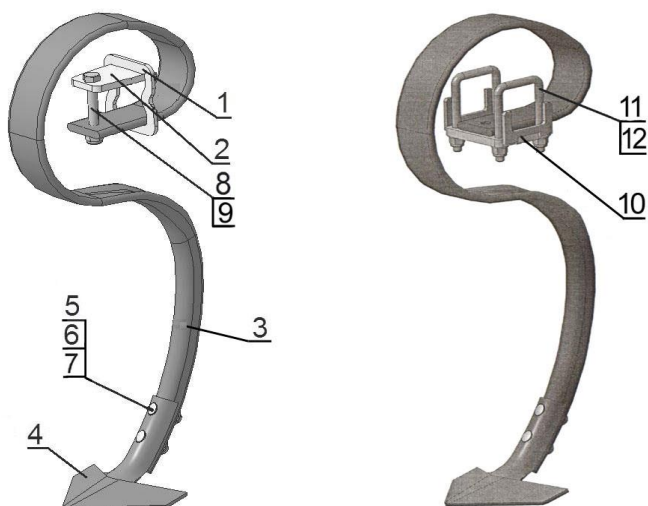
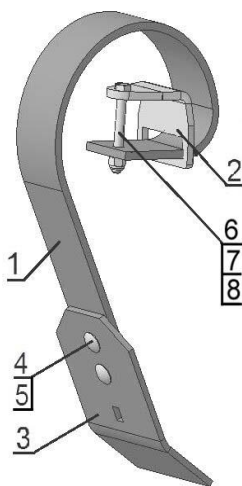

Рисунок 10 – Подвеска рабочих органов
Рисунок 12 – Выравниватель КПУ 9.05.070
3.11 На поперечных брусках рамы и крыльев устанавливаются подвески рабочих органов со стрельчатыми лапами шириной захвата 200 мм. Подвеска рабочих органов (рисунок 10, таблица 14) представляет собой S-образную стойку из полосы 70x12 мм поз. 3. Лапа поз. 4 крепится к стойке болтами поз. 5 с самоконтрящимися гайками поз. 6. К брусу стойка крепится с помощью болта поз. 8, замка поз. 1 и упора поз. 2.
3.13 Выравниватель (рисунок 12, таблица 15) представляет собой пружинную стойку из полосы 80х10 поз. 1, к которой с помощью болтов и гаек поз. 4 и поз. 5 крепится лопатообразная лапа шириной 150 мм поз. 3. К брусу выравниватель крепится с помощью болта поз. 6 и скобы поз. 2. Регулировка выравнивателя по высоте производится с помощью гидроцилиндров, установленных на кронштейнах крепления выравнивателя поз. 2 и поз. 3 (рисунок 10).